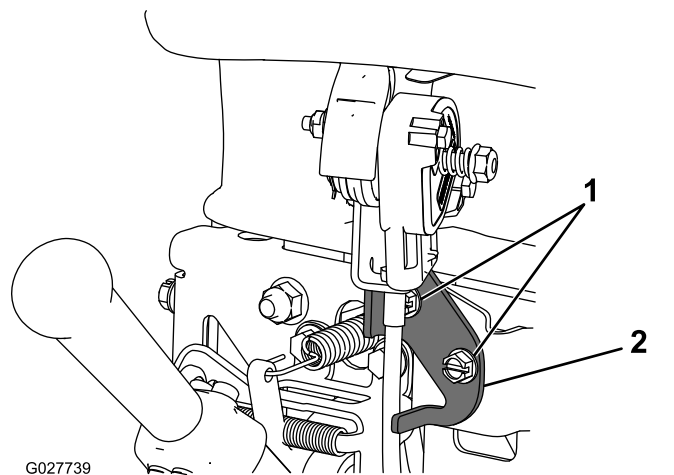

図 33
2. スロットルコントロールを固定している2つの固定具をゆるめる 図 33。